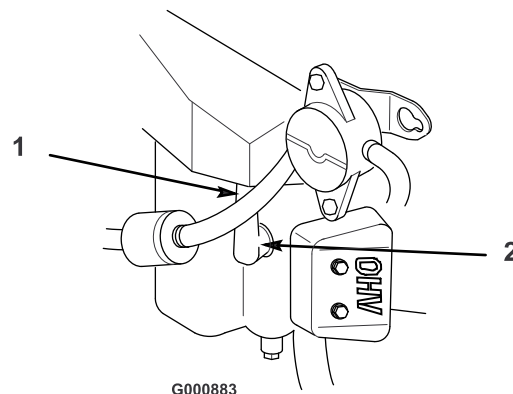

Figura 38
4. Desconecte los cables de las bujías (Figura 38). Limpie alrededor de las bujías para evitar que entre suciedad en el motor y pueda causar daños.
3. Conecte el/los cable(s) a la(s) bujía(s) (Figura 38).